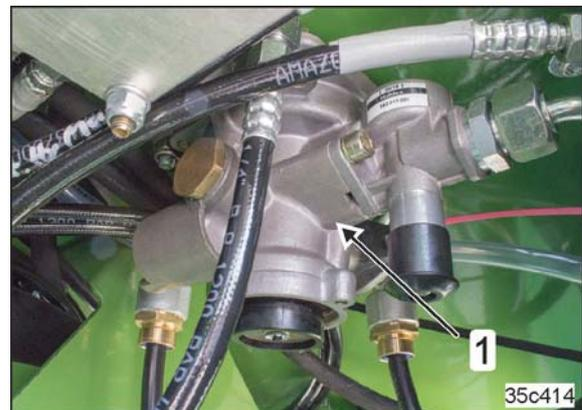

Fig. 33
- ein Anhänger-Bremsventil (Fig. 33/1)